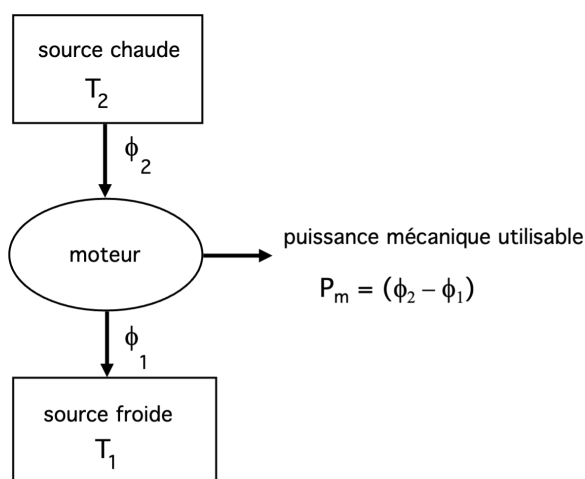

FIGURE 1 – Principe des moteurs thermiques.
Un moteur thermique est une machine thermique capable de convertir une partie $\phi_2 - \phi_1$ d'un flux de chaleur ϕ_2 [J/s] fourni par une source chaude à température T_2 , en puissance mécanique P_m (puissance motrice recueillie sur l'arbre de rotation). Le flux ϕ_1 est obligatoirement perdu par rejet dans une source froide à température T_1 (voir Fig.1).
- c) la différence des quantités de chaleur $\phi_2 - \phi_1 = P_m$ (voir Fig.1).